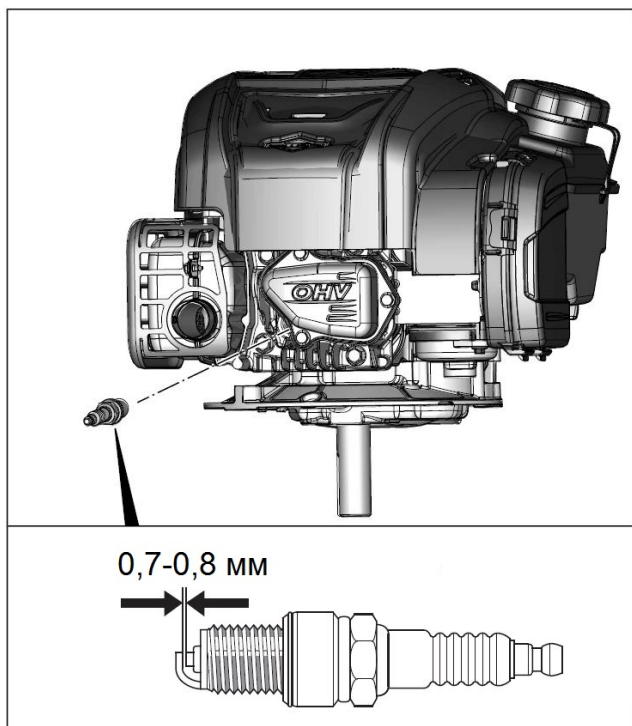

Рис. 7
4. Измерьте зазор между электродами свечи специальным щупом. Зазор должен быть 0,7-0,8 мм (Рис. 7). При увеличении или уменьшении требуемого зазора рекомендуется заменить свечу, так как регулировка зазора может привести к изменению качества искрообразования.